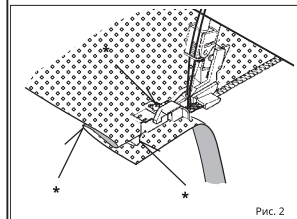
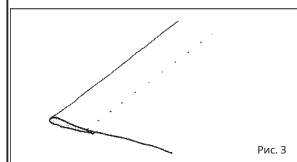

Рис. 2
Рис. 3
2. Положите ткань под прижимную лапку «изнаночной» стороной вверх. Пропустите сложенный край через направляющую в передней части лапки и опустите рычаг прижимной лапки. Попробуйте выполнить стежок (или стежки) на запасном куске ткани и отрегулируйте направляющую так, чтобы игла просто захватывала складку. Отрегулируйте направляющую с помощью небольшого винта в верхней части ножки – см. рис. 2.
3. После правильной регулировки прострочите край. Внешний край срезается машиной – см. также рис. 2. По завершении снова откройте и снова прижмите. Стежки должны быть почти незаметны на «лицевой» стороне ткани – см. рис. 3.
2. Поместите ткань под прижимную лапку изнаночной стороной вверх. Пропустите сложенный край через направляющую в передней части лапки и опустите рычаг прижимной лапки. Попробуйте выполнить стежок (или несколько стежков) на запасном куске ткани и отрегулируйте направляющую так, чтобы игла только захватывала складку. Отрегулируйте направляющую с помощью небольшого винта в верхней части ножки – см. рис. 2.
3. Если все установлено правильно, прострочите край. Внешний край будет отрезан машиной – см. также рис. 2. После завершения раскройте и снова прижмите. Стежки должны быть почти незаметны на «правой» стороне ткани – см. рис. 3.
Направляющая расположена на небольшом расстоянии от поверхности нажимного устройства (см. рис. 2).
3. Когда все будет хорошо, пусть будет стабильно и модно. Внешняя часть является частью машины – см. также Рис.2. L'ourlet terminé, ouvrir le tissu et le repasser ensuite.
Точки, которые необходимо сделать невидимыми для внутренней поверхности ткани (см. рис. 3).
2. Расположите ткань Sotto il Piedino Premistoffa с помощью ровной ткани с обратной стороны l'Alto. Вставьте границу piegato noneper направляющей передней части piedino и отпустите леву alza-piedino. Если вы хотите доказать, что это точка (o più più punti) на куске ткани в вопросе, тогда вы можете проверить руководство в режиме, когда вы войдете в солокопире на пьере. Regolare la guida con la piccola vite che si trova sopra al piedino - см. рис. 2.
3. Откорректировав напряжение, включите питание. bordo esterno verrà tagliato dalla macchina - vedere Рис. 2. A volta terminato, aprire e premere nuovamente. Я могу сделать это, сделав его невидимым для «дестро» ткани — на рис. 3.